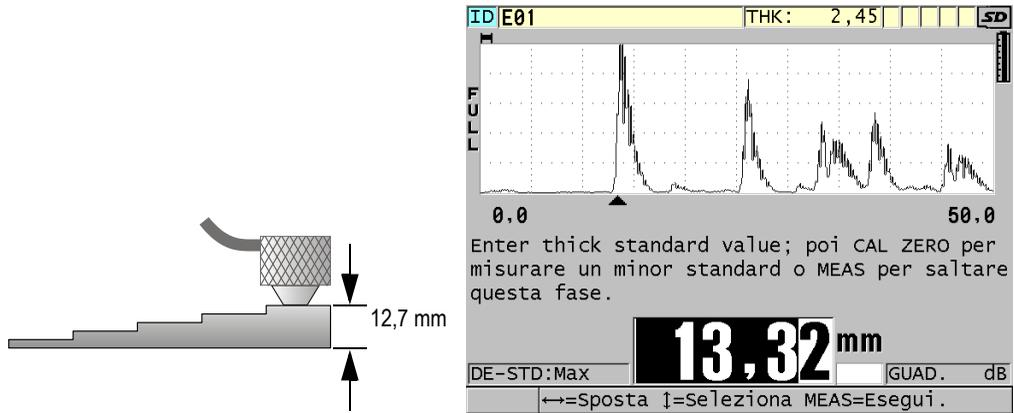

Figura 5-4 Calibratura della velocità di propagazione dell'onda sonora nel materiale mediante un blocco di calibratura da 5 spessori
1. Per effettuare la calibratura della velocità di propagazione dell'onda sonora nel materiale (vedere Figura 5-4 a pagina 76):